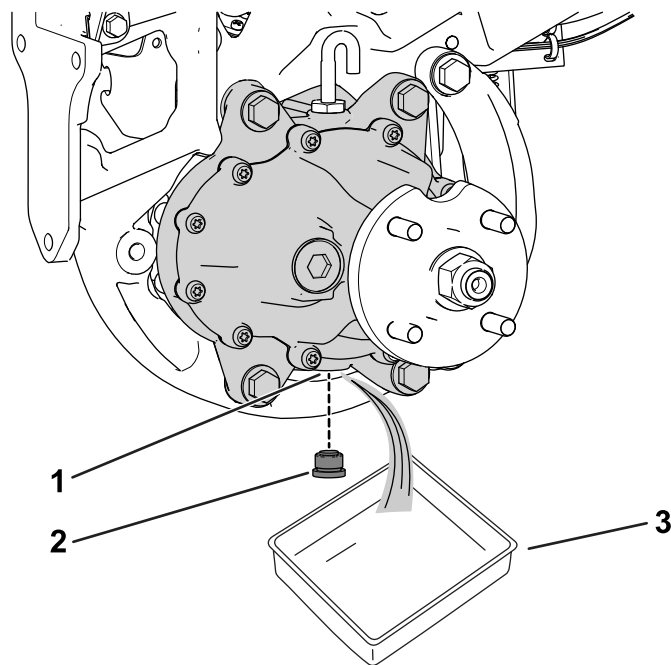

Figure 58
3. Placez un bac de vidange sous le moteur de roue (Figure 58).
4. Enlevez le bouchon de l'orifice de vidange (Figure 58).
6. Remettez le bouchon de vidange dans l'orifice de vidange (Figure 58).